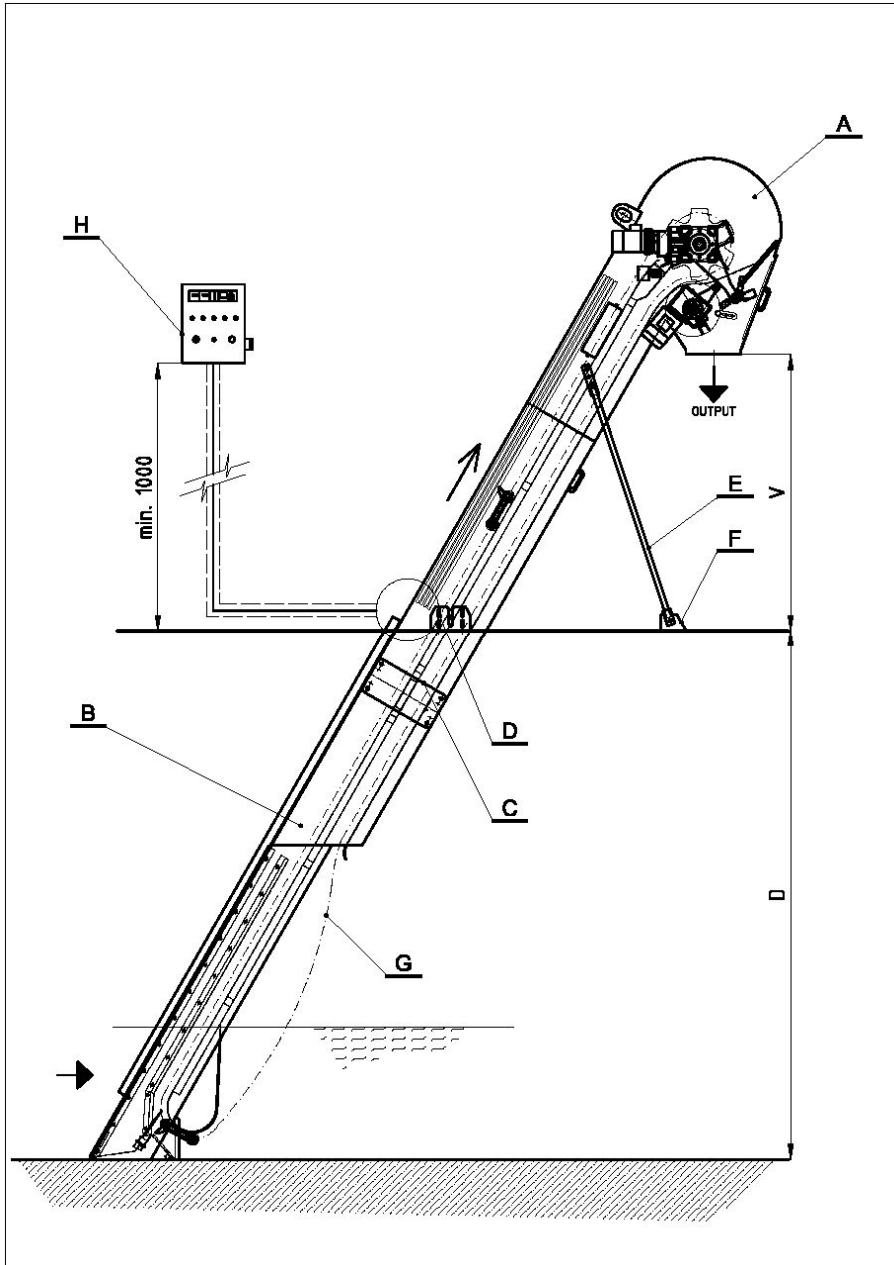

рис. 1
снять с сита боковые кронштейны и опоры D, E, F см. рис. 1
**Внимание:** Сито должно в поперечном сечении устанавливаться в вертикальном положении, в продольном сечении сито составляет с полом требуемый угол. см. рис. 1